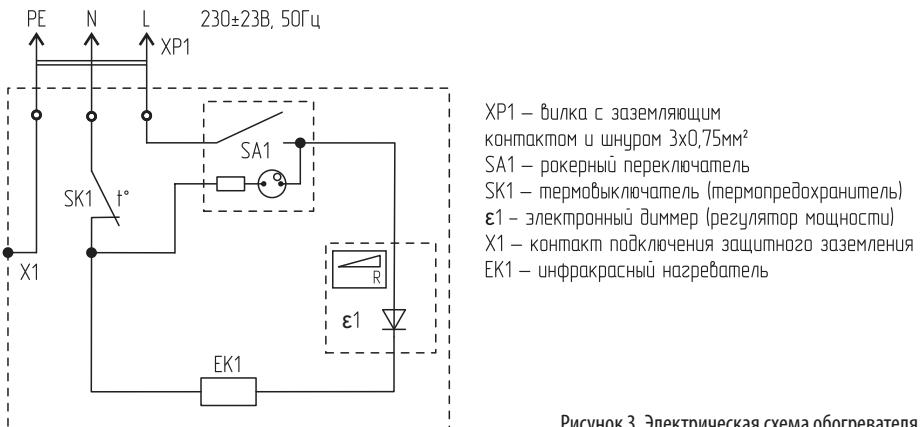

Рисунок 3. Электрическая схема обогревателя
5.3. Схема электрических соединений и узлов показана на рис. 3. В цепь питания нагревателя ЕК1 включены рокерный переключатель с подсветкой SA1, электронный диммер (регулятор мощности) ε1, термовыключатель защиты от перегрева SK1.